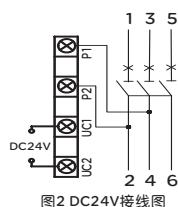
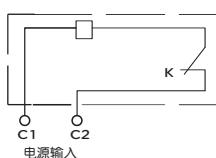

图2 DC24V接线图
图3 AC50Hz、230V、400V接线图
□ 分励脱扣器的外加电压介于额定控制电源电压70%~110%之间时，能可靠分断断路器，接线图见图2和图3。